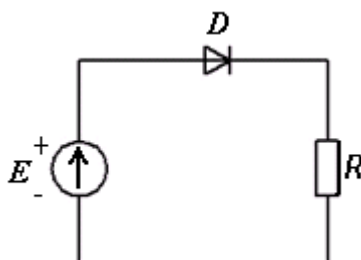

Рисунок 1.3 – Схема включения диода в электрическую цепь
При включении диода в электрическую цепь (рисунок 1.3) напряжение и ток диода определяется графоаналитическим способом путем построения графиков уравнения  $I = f(U_D)$  (вольт-амперная характеристика) и уравнения нагрузочной прямой  $E = U_D + I \cdot R$ .
1. Начертить схему включения диода в электрическую цепь (рисунок 1.3).